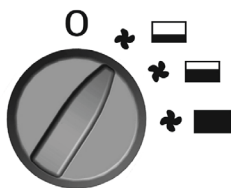

FIG. 1
- **Fig. 1** – laveste kapacitet